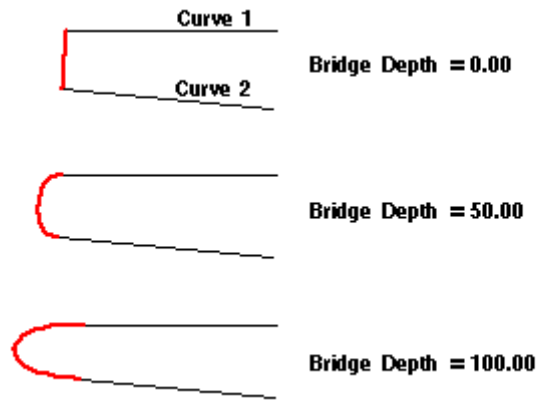

图 4.163 Bridge Depth 对桥接曲线形状的影响
**Bridge Depth** 值是桥接曲线峰值点的深度，即影响桥接曲线形状的曲率的百分比，其值可通过拖拽 **Bridge Depth** 滑尺或直接在 **Bridge Depth** 文本框中输入百分比来实现。**Bridge Depth** 对桥接曲线形状的影响如图 4.163 所示。